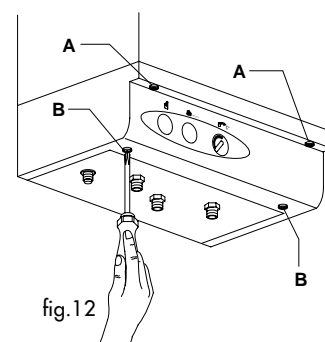

fig.12
- togliere le viti **A** e **B** (fig.12)